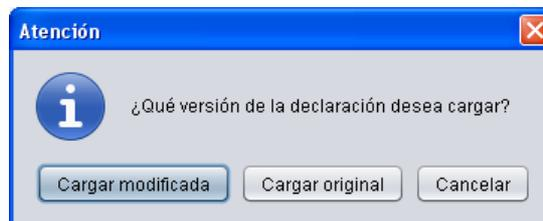

Fig. 70
- **Abrir declaración:** Permite seleccionar un registro del listado que aparece en la ventana de “*Gestión de las declaraciones del puesto de captura*”, y abrir su declaración en estado original o modificada (Fig.70).